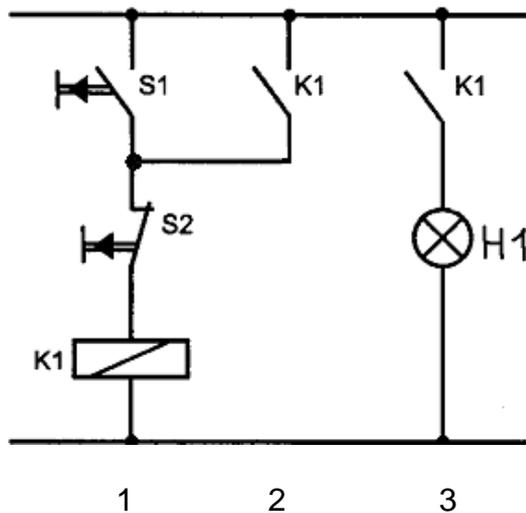

Bild 3.1.2
3.1.2 Die Funktion der im Bild 3.1.2 dargestellten Relaisschaltung soll durch eine SPS übernommen werden.